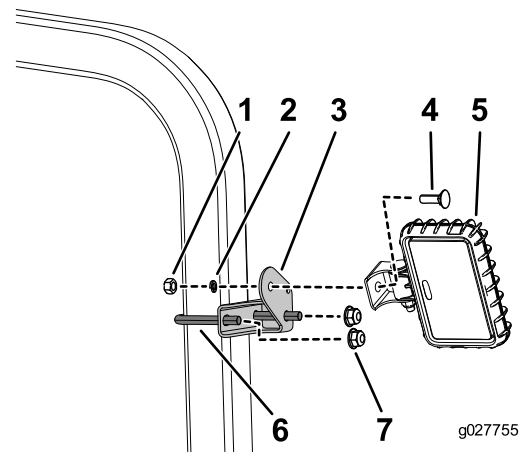

Figure 1
1. Montez un support de chaque côté du système ROPS au moyen d'un étrier fileté et de 2 écrous, comme montré à la Figure 1.
2. Montez l'éclairage comme montré à la Figure 1.
3. Fixez le faisceau près des feux à l'aide des 2 attache-câbles (18 cm) passés dans le trou disponible du support d'éclairage (Figure 1).